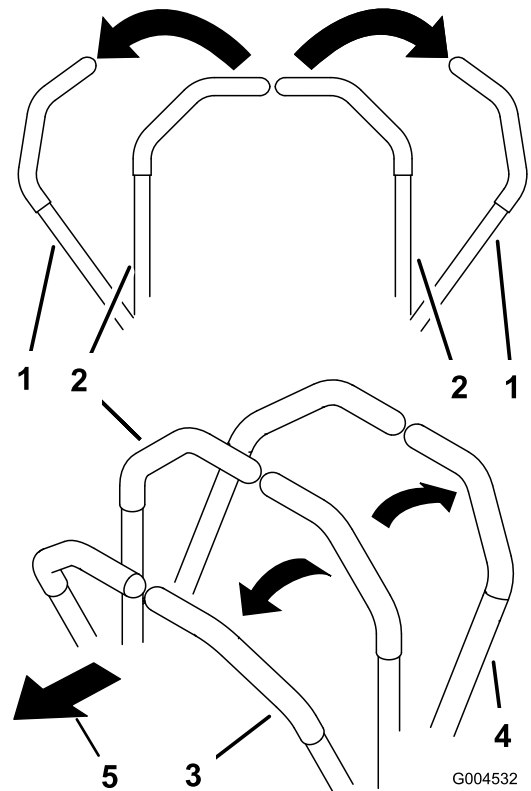
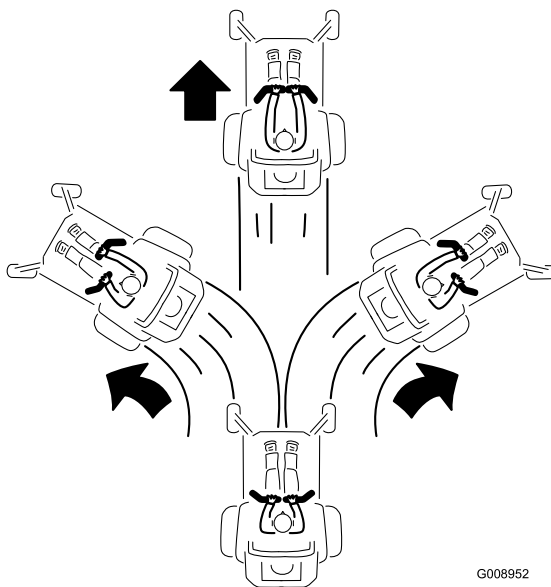

Figura 16
Figura 18
2. Para ir hacia adelante, empuje lentamente las palancas de control de movimiento hacia adelante (Figura 16 y Figura 18).
Para ir en línea recta, aplique la misma presión a ambas palancas de control de movimiento (Figura 16 y Figura 18).
Para girar, deje de empujar la palanca de control de movimiento del lado al que desea girar (Figura 16 y Figura 18).